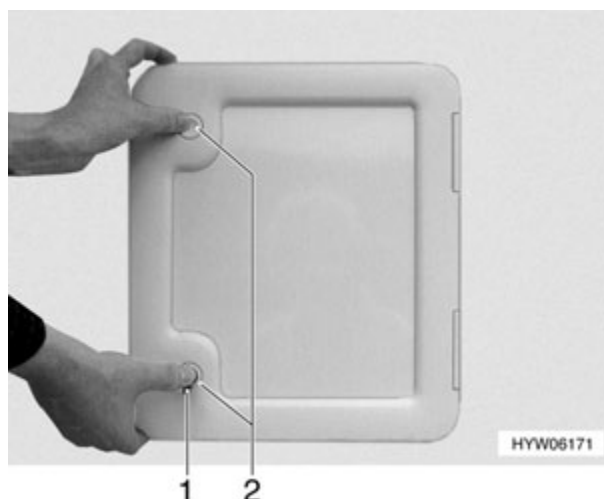

Fig. 143 Ouverture du portillon Thetford
- Ouvrir le verrou de pression (Fig. 143,1) avec la clé.
- Appuyer les deux verrous à pression (Fig. 143,2) en même temps et ouvrir le portillon Thetford.